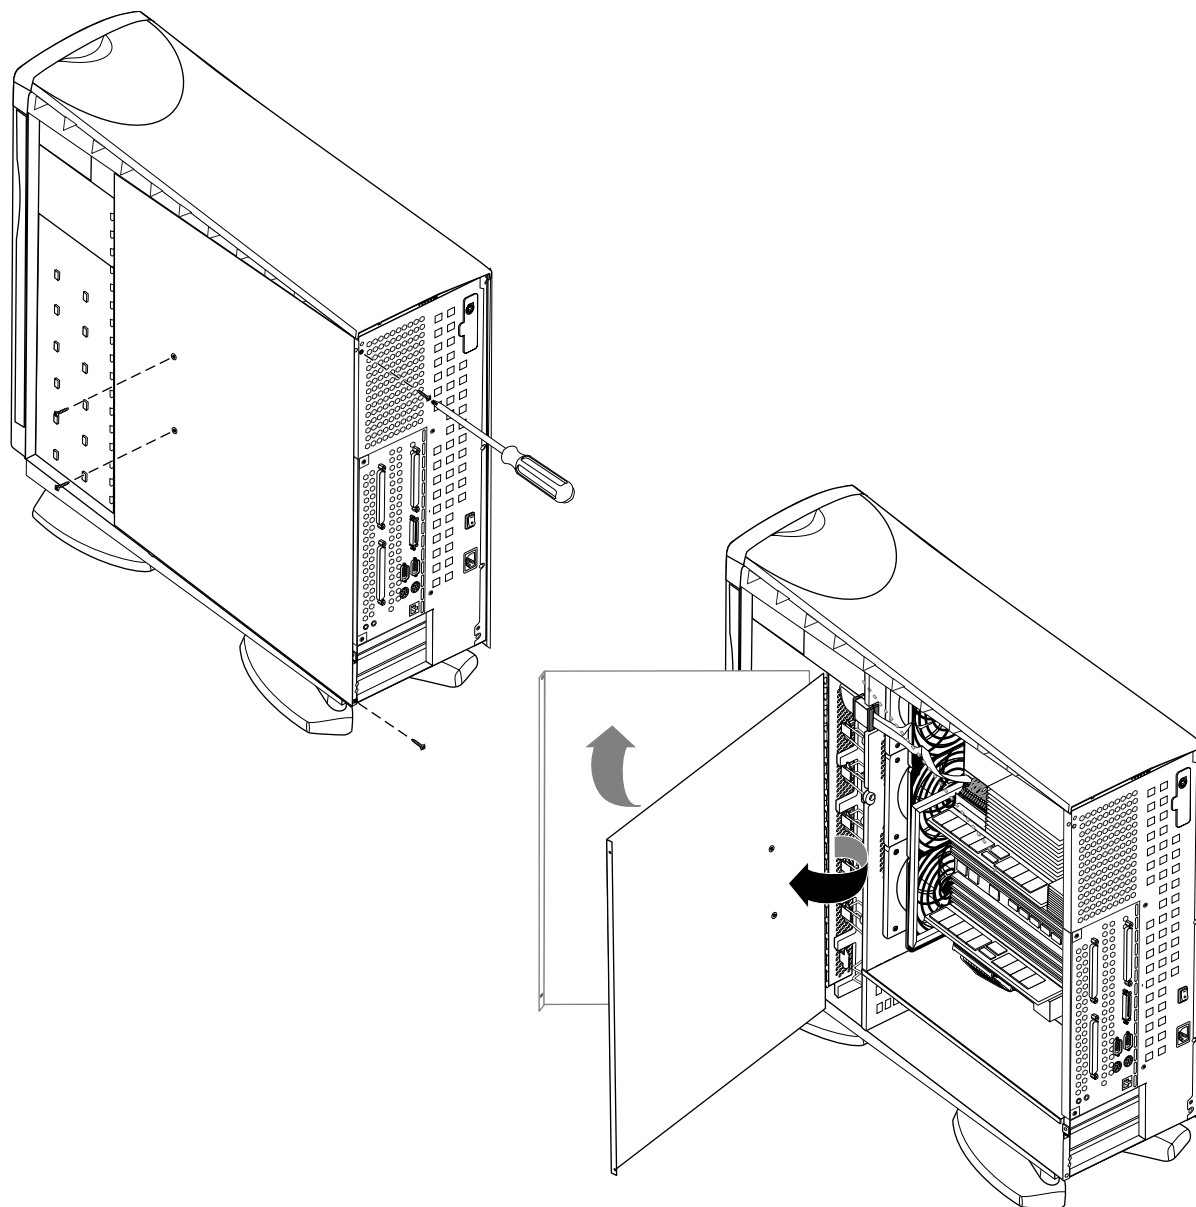

Figure 4-10 Ouverture du panneau d'accès au châssis (Origin200 en tour)
3. Ouvrez le panneau d'accès au châssis, comme indiqué à la Figure 4-10.